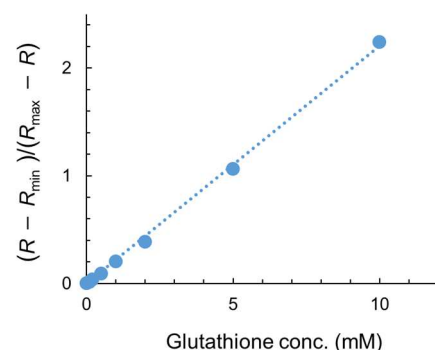

図3. 検量線の例
- グルタチオン濃度 0 mM における R の値を R_{\min} とし、グルタチオン濃度 30 mM での R の値を近似的に R_{\max} とし、各濃度での $(R - R_{\min}) / (R_{\max} - R)$ を求めます。この値をグルタチオン濃度に対してプロットします (図3)。